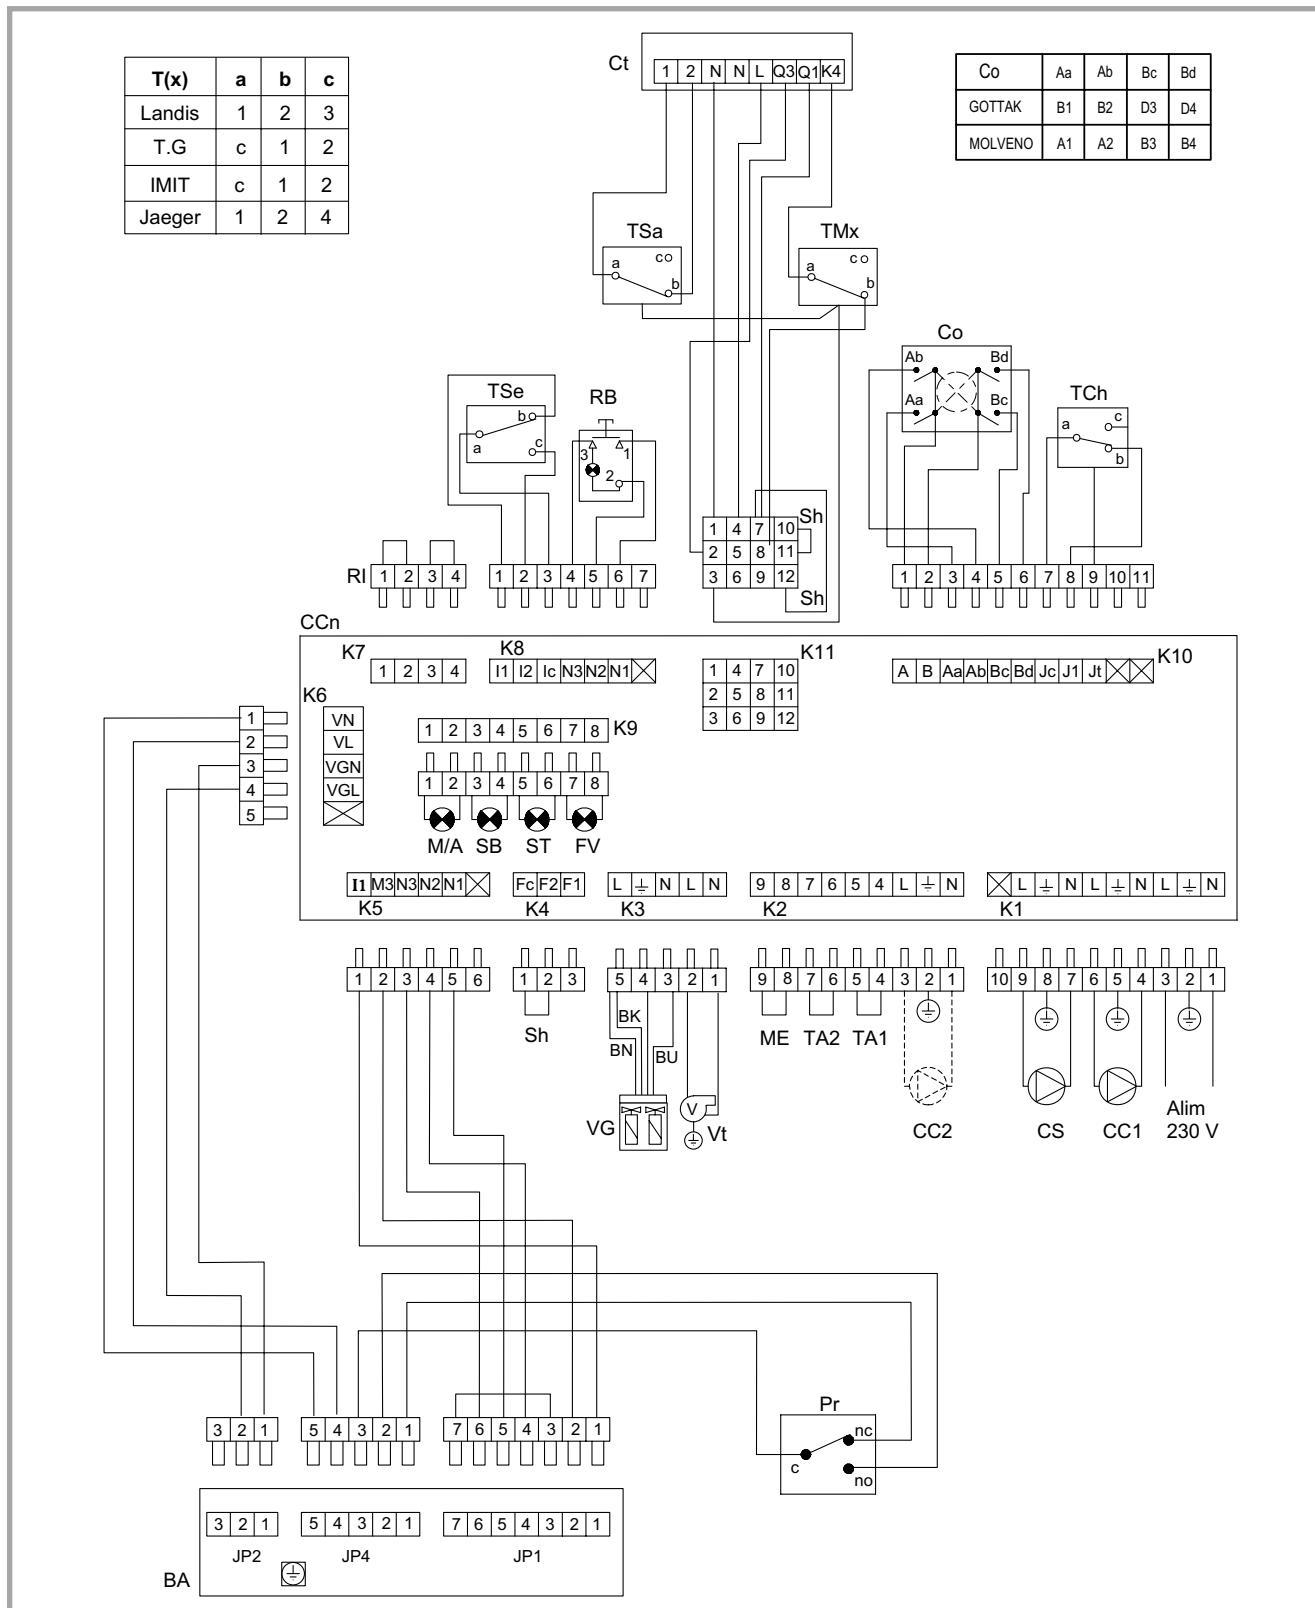

Figure 14 - Câblage électrique
- Effectuer les raccordements suivant le schéma fig. 14
Légendes fig. 14 et 15